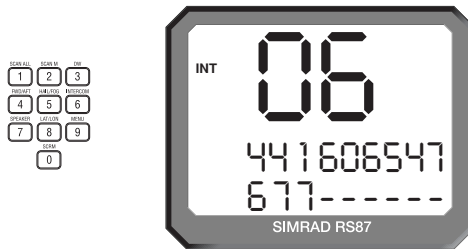

Abb. 4.3 - Eine Nummer manuell eingeben
**SHIFT** drücken und dann **ON/C (TEL CALL)**, um die öffentliche Korrespondenzanruf-Funktion zu aktivieren. Die Telefonnummer kann entweder manuell über die numerischen Tasten eingegeben werden (siehe Abb. 4.3, S. 39), oder es kann mit Hilfe der VOL▲ / VOL▼ Tasten das Telefonnummernadressbuch durchgeblättert werden. Durch Drücken von **OK** wird die Eingabe bestätigt.